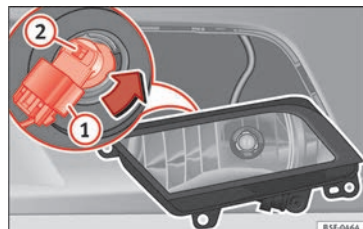

Fig. 192 Faro fendinebbia.
- Estrarre il connettore » fig. 192 ① della lampada.
- Ruotare il portalampadine » fig. 192 ② verso sinistra e tirare.